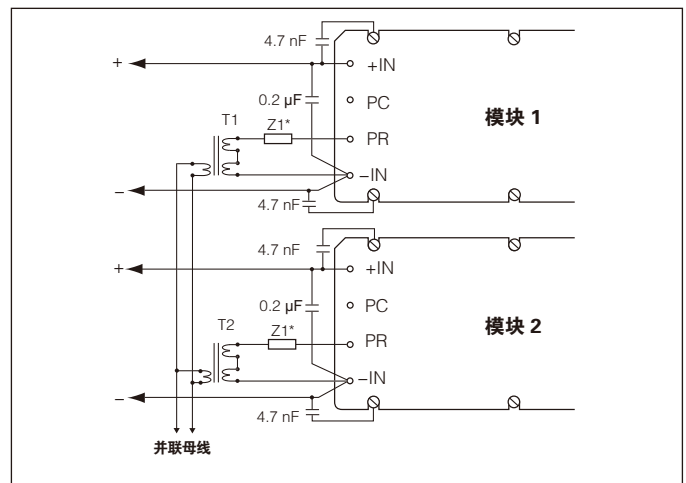

图 2-8 — 变压器耦合接口
3. 变压器耦合接口：各模块或各模块阵列可以连接达到负载均流；同时通用变压器在 PR 引脚提供电气隔离。在大并联阵列，可能需要缓冲放大。缓冲电路的电源可由 PC 引脚提供。对于四个或以上的模块阵列，建议使用变压器耦合接口 (图 2-8)。
变压器耦合 PR 信号 (见图 2-8)。在大功率模块阵列中，或如果模块之间的距离超过几英寸时，并联信号可能需要高速缓冲。这是因为并联操作时；除了主导模块外，其它模块都处于受控状态。所有受控模块都是主导模块的负载。该负载约为 500 Ω 电阻与 30 pF 电容旁路。如果并联模块的引线太长，母线将产生压降或寄生电抗，这样将衰减同步信号，或使同步信号失真。母线的带宽至少应为 60 MHz，而且信号衰减应低于 2 dB。在大部分情况下，采用无缓冲的变压器耦合便已经足够。在各串联模块的 PR 引脚添加 Z1；可能使许多应用都受益。可用低 Q 值的 33 Ω @ 100 Mhz 铁氧体磁珠或 5 - 15 欧姆的电阻改善 PR 信号波形。尽管这不是必须的，但是在大功率模块阵列的调试阶段非常有用，可以帮助改善 PR 脉冲波形并减少反射。再说，应特别小心处理布局，并联两个或以上模块的输出以提高系统功率时，应连接所有 PC 引脚，以确保所有模块同时启动。应该用外部电路控制阵列内所有模块的 PC 引脚，一旦输入电压在正常操作范围内，便可使模块使能。若需要更多有关资讯，请向 Vicor 技术支持中心的应用工程部查询。